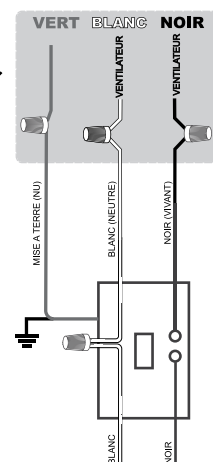

Fig. 4.2
- 4- Raccordez le fil neutre (blanc) provenant de l'interrupteur au fil neutre (blanc) du ventilateur en utilisant un connecteur. Raccordez le fil vivant (noir) provenant de l'interrupteur au fil vivant (noir) du ventilateur en utilisant un connecteur. (Fig. 4.2)